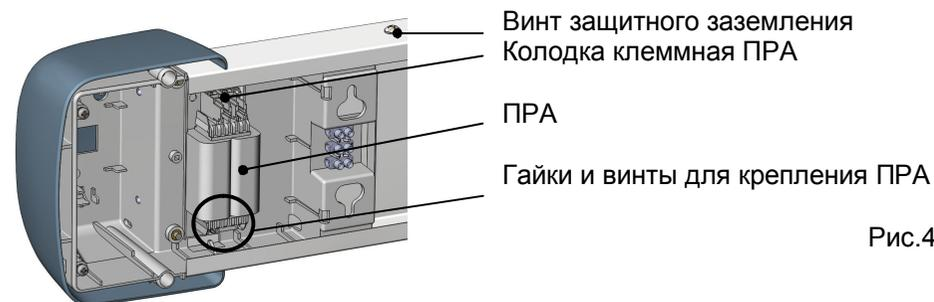

Рис.4
- Снять ПРА, предварительно открутив гайки (рис.4).
ламп п.7.6 и провести техническое обслуживание облучателя (очистка узлов от пыли, контроль электрических контактов, крепежных элементов и крепления наконечника провода заземления на корпусе облучателя при помощи винта рис.4).